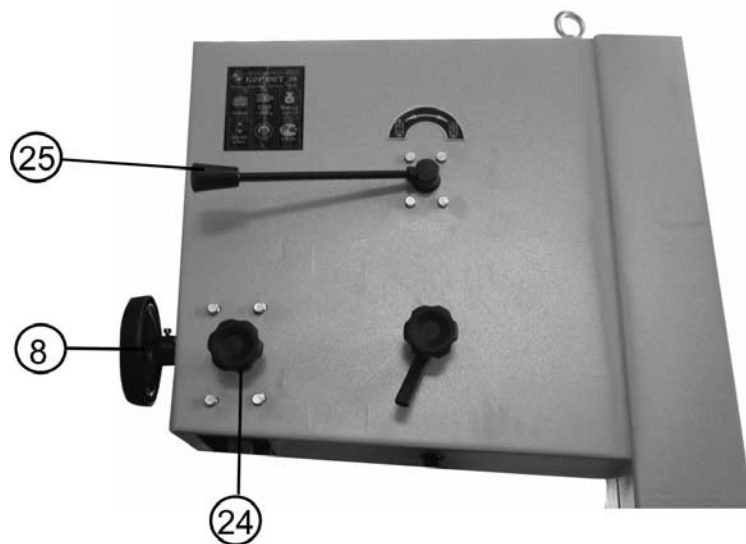

Рис.15
11.6.2. Ослабьте фиксацию винта (24), вращением маховика перемещения направляющей (8) установите и зафиксируйте винтом (24), Рис.15, необходимое положение верхней направляющей (45), Рис.13.